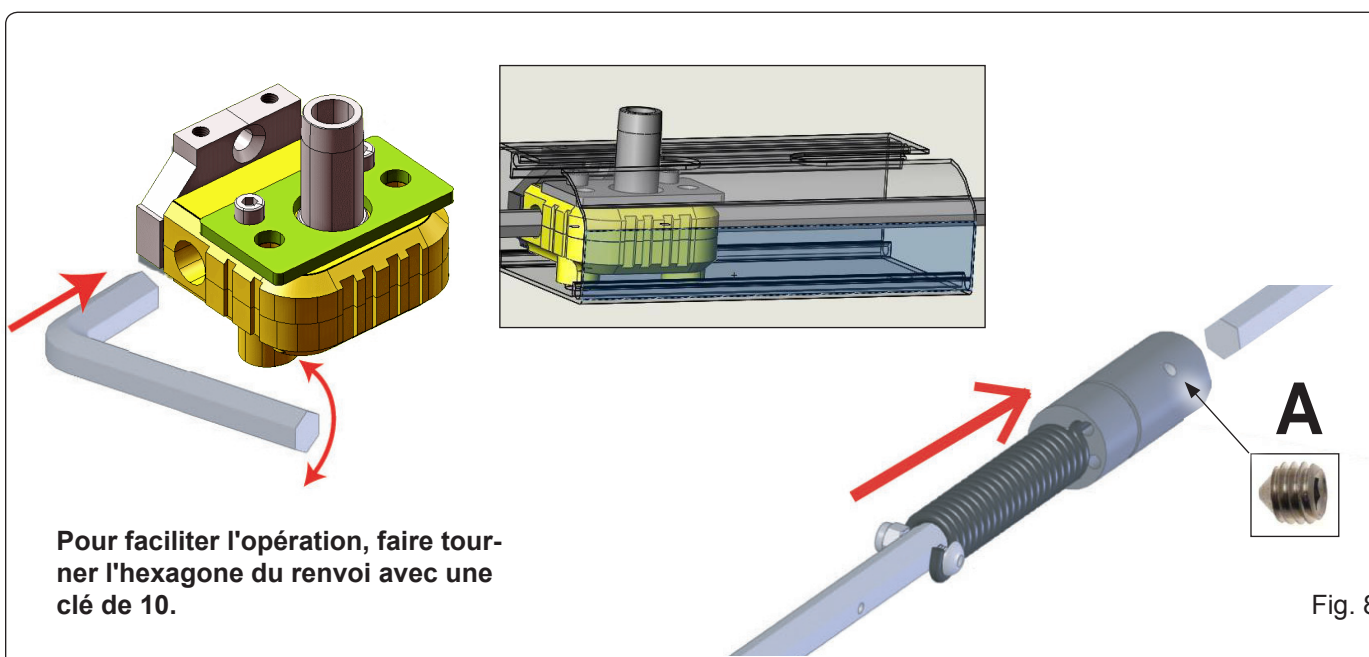

Fig. 8
- 3) Insérer l'axe de transmission dans le cadre moteur et serrer le goujon A à fond (Fig. 8)